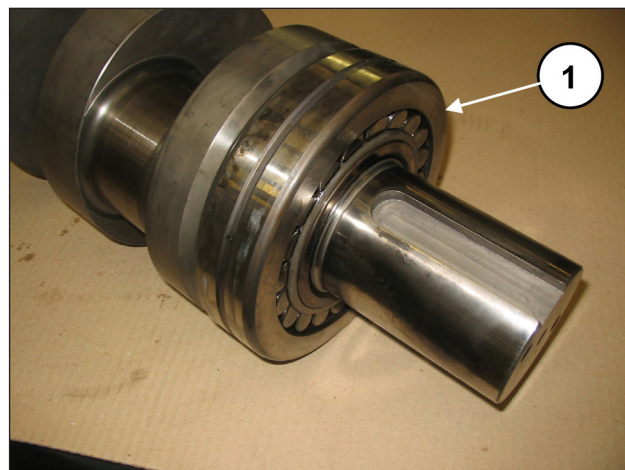
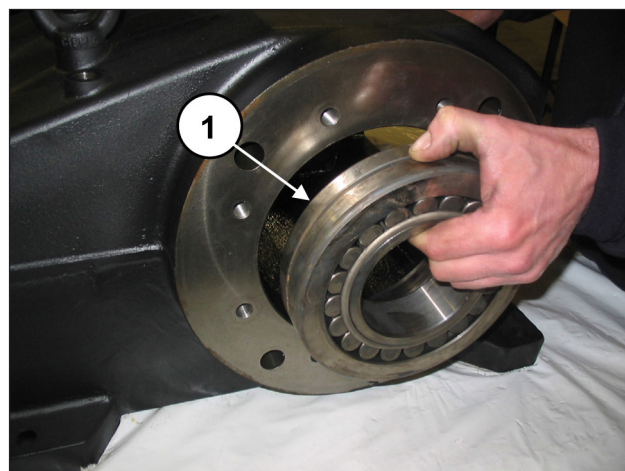

Fig. 41
Fig. 42
Premontare il cuscinetto lato PTO sull'albero fino a battuta (pos. ①, Fig. 41) e montare il cuscinetto lato opposto sul carter (pos. ①, Fig. 42).
Il cuscinetto in Fig. 42 ha l'anello interno conico. Verificare che la conicità sia dall'esterno all'interno per permettere il successivo inserimento della bussola.